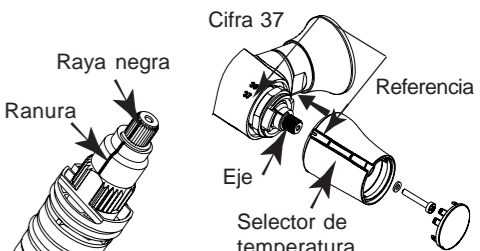

Fig. 9
- Cuando cambie el cartucho de temperatura o el cabezal (válvula) de caudal: ayudarse (por ejemplo) de un lápiz para extraer el cono del selector (fig. 9) y fijar el selector con un tornillo.